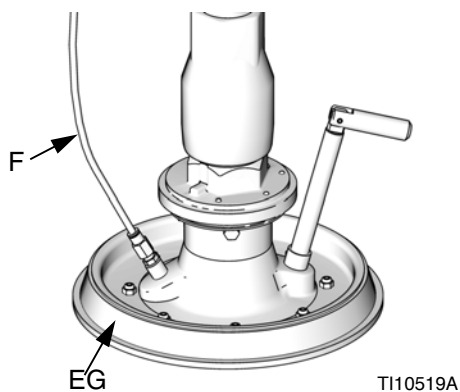

Рис. 10
См. Рис. 10. Если опорная емкость не выходит из емкости с легкостью при подъеме насоса, это означает, что засорена трубка пневморазгрузки (F) или обратный клапан. При засорении клапана, воздух не проходит в нижнюю часть опоры для ее поднятия.
2. Очистите трубку пневморазгрузки (F) на опорной емкости. Очистите все детали клапана и снова соберите его.